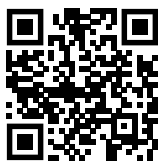

Fig. 145
- ▶ 请打开 Liebherr SmartMonitoring Dashboard。 (参见 Fig. 145)